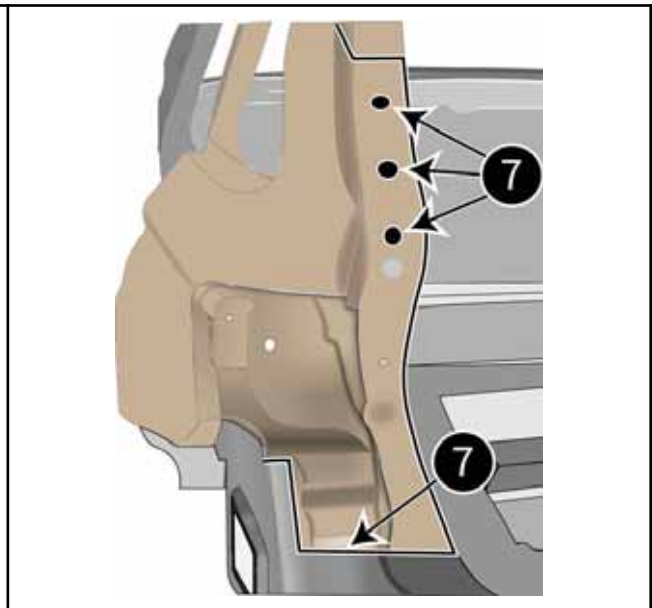

Bild 3: Trennstellen Heckansicht
- Lösen Sie die Schweißverbindungen Bild 3 | Pos. 7.